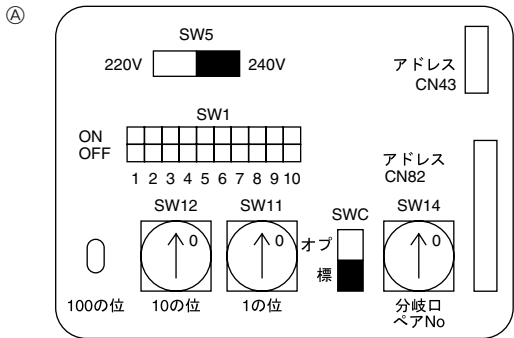

Fig. 7-4
7.3. Definição dos endereços (Fig. 7-4)
- ④ Quadro de endereços